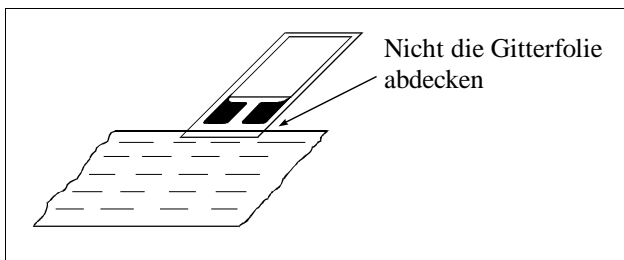

Abbildung 3
1. Nehmen Sie den DMS mit Hilfe einer Pinzette aus seiner Verpackung und legen Sie ihn mit der Klebeseite nach unten auf eine saubere Glasplatte. Legen Sie ein kurzes Stück Mylar-Band über etwa 1,5 mm des DMS-Trägermaterials (Abb. 3).